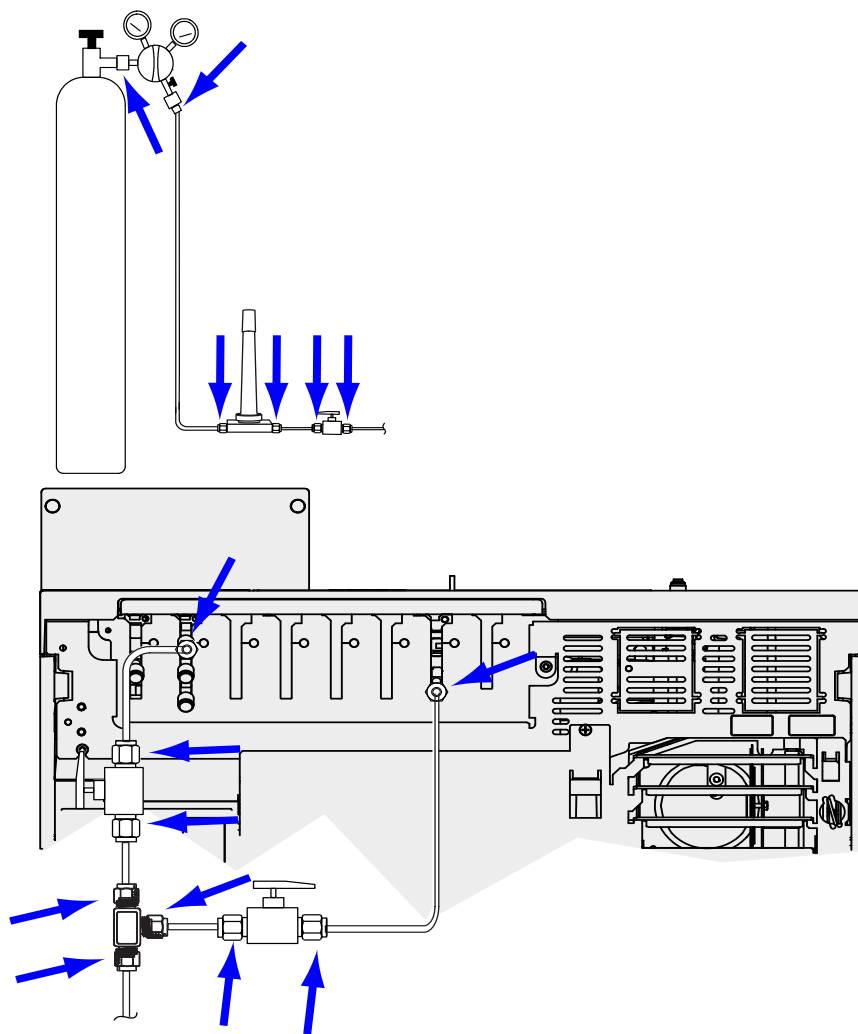

图 11. 泄漏检查位置
- 4 等待 10 分钟。如果压力下降超过 7 kPa (1 psi)，则表明外部连接存在泄漏问题。使用泄漏检测器检查每个接头是否出现泄漏。请参见图 11。